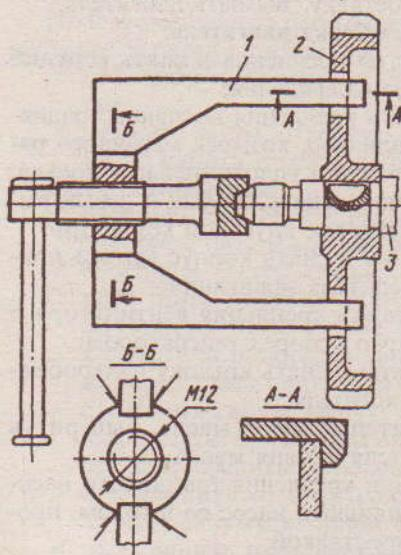

Рис. 2.6. Съемник для снятия шестерни балансирного вала: 1 - съемник; 2 - шестерня балансирного вала; 3 - балансирный вал
- ✓ используя съемники, снять шестерню балансирующего вала (рис. 2.6) и шестерню привода уравновешивающего механизма (рис. 2.7);